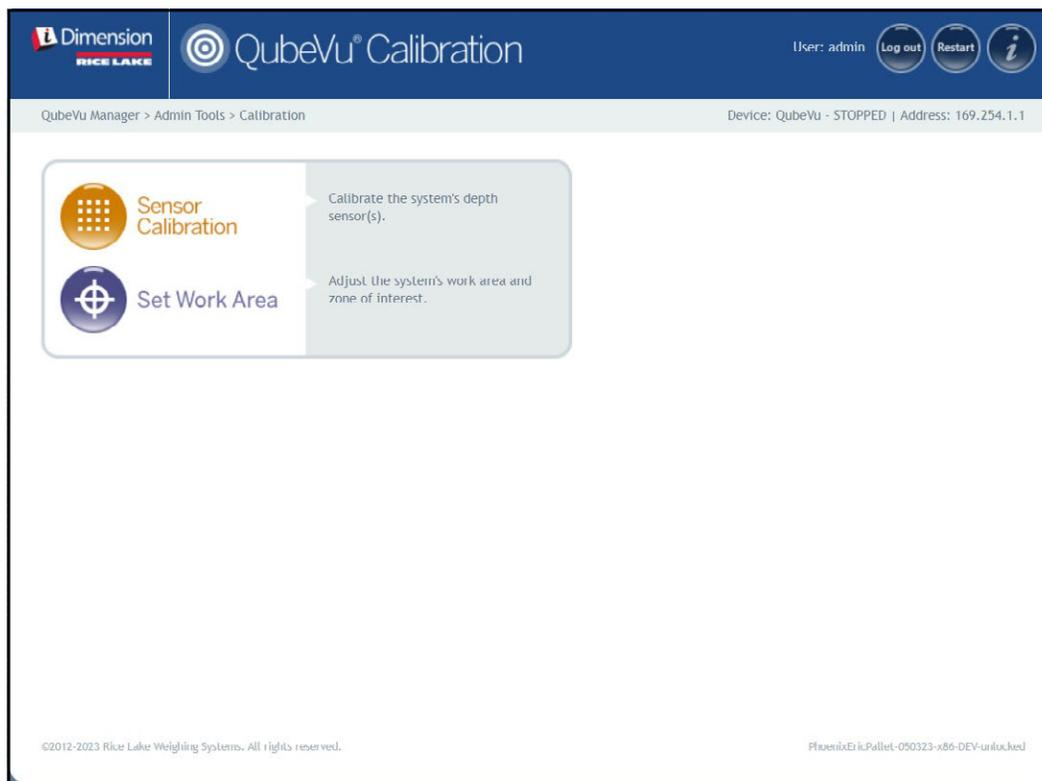

Figura 6-2. Menú de calibración
1. Seleccione  **Sensor Calibration** en el menú **Calibration** (Calibración) (Figura 6-2 en la página 41). Aparece el menú **Sensor Calibration** (Calibración de sensores).
1. Seleccione  **Sensor Calibration** en el menú **Calibration** (Calibración) (Figura 6-2 en la página 41). Aparecerá el menú **Remote Sensors Calibration** (Calibración de sensores remotos).